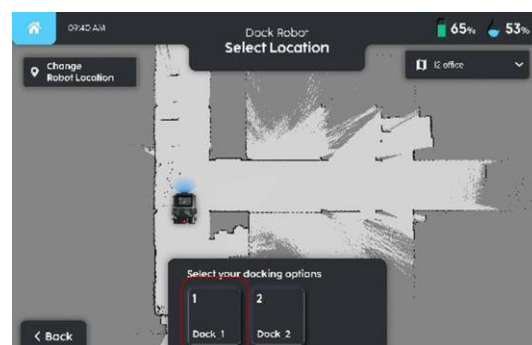

FIGURE 12-9
2. Une fois le robot localisé, sélectionnez la station d'accueil pour l'amarrage (Fig. 12-9).